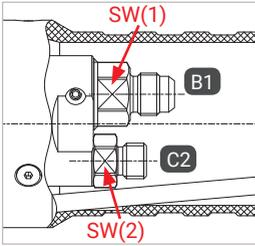

Abbildung 1
- ▶ Halten Sie beim Montieren des Füll- und Rückführschlauches an den Schlüsselstellen SW(1) und SW(2) (*Abbildung 1*) mit einem Gabelschlüssel gegen.
- ▶ Verschrauben Sie die Betriebsmedienzuleitung „B1“ druckdicht mit dem Anschluss des Füllschlauches (*Abbildung 1*). Anzugsdrehmoment siehe unten stehende Tabelle.
- ▶ Verschrauben Sie die Gasrückführung „C2“ druckdicht mit dem Anschluss des Rückführschlauches (*Abbildung 1*). Anzugsdrehmoment siehe unten stehende Tabelle.